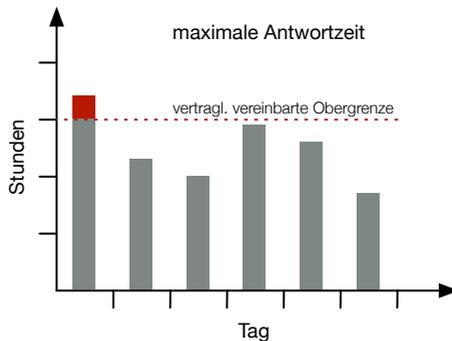

Abbildung 6.8: Durchschnittliche Zeit bis zur Schließung über der Zeit.
- graphische Darstellung der durchschnittlichen Zeit bis zur Erledigung eines Vorgangs, siehe Abb. 6.8